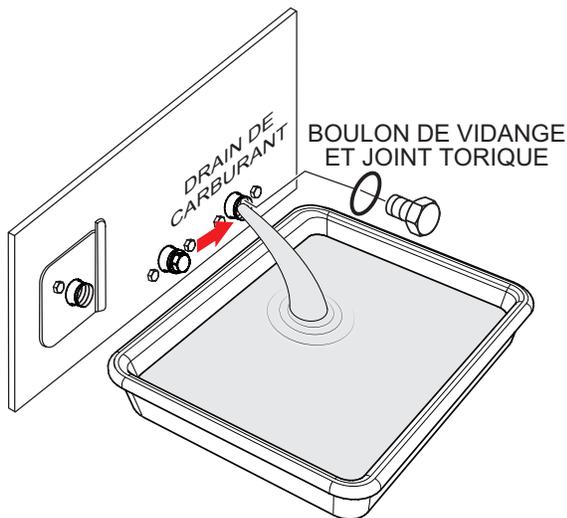

Figure 82. Vidange du réservoir de carburant
2. En cas de contamination par l'eau dans le réservoir de carburant, retirer le boulon de vidange du réservoir de carburant et le joint torique (Figure 82), puis laissez le carburant s'écouler dans un récipient approprié.